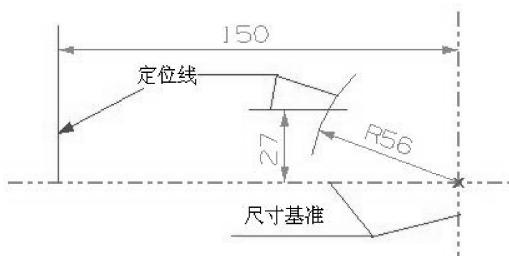

图 2-131 绘制基准线、定位线
- (1) 先绘制出基准线和定位线，如图 2-131 所示。